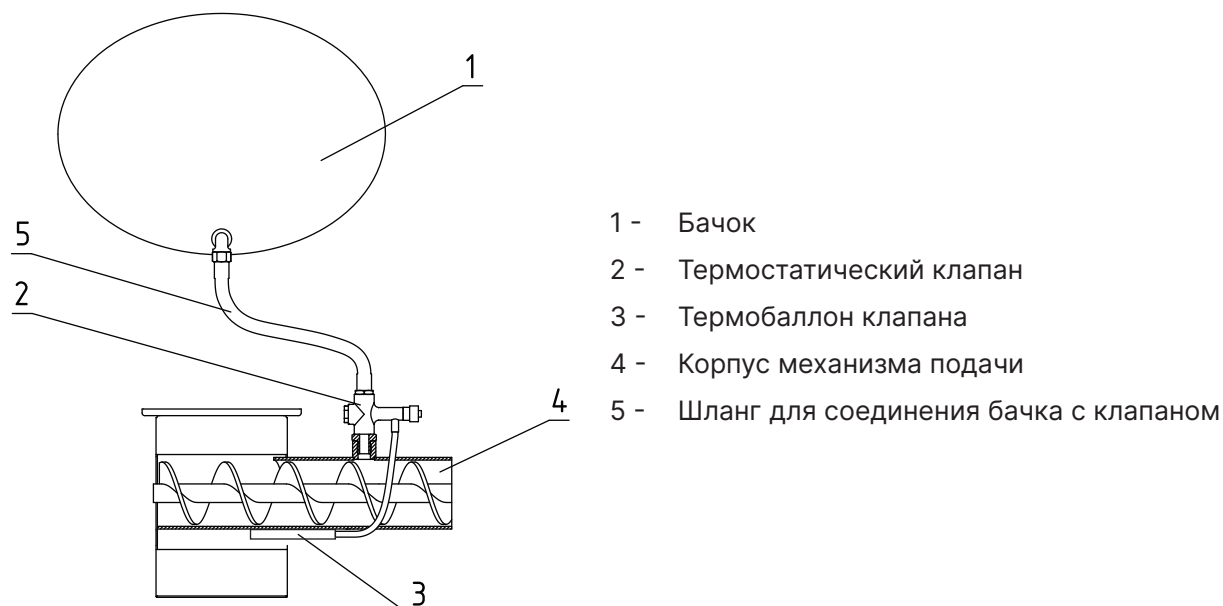

Рис.4 Система охлаждения топливопровода
- Для обеспечения полной пожарной безопасности для работы на угле рекомендуется устанавливать систему охлаждения топливопровода (доступно в качестве опции, см. **Рис.4**) и обязательно для работы на пеллетах. Система охлаждения топливопровода, наполненная водой, является основным элементом защиты котла от протлевания топлива в бункер. Следите и поддерживайте полный уровень жидкости в ее емкости;
Внимание! Термобаллон клапана (**Рис.4, поз.3**) должен быть зафиксирован в гильзе двумя винтами.